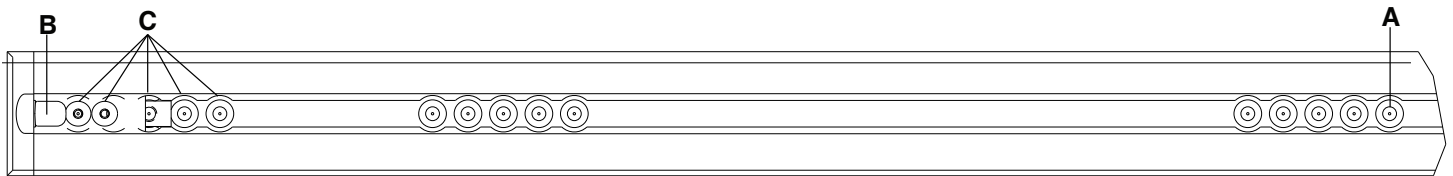

Abbildung 7 – Position der Bodenplatten-Passlöcher - Fußende
Hinweis - Wenn bereits eine zuvor installierte Bodenplatte ohne Anker-Fahrzeug-Kabel vorhanden ist, von Passloch A (Abbildung 7) ausgehend entweder 7,6 cm oder 17,8 cm Richtung Kopfende abmessen. Diese Stelle in der Mitte des Kanals markieren. Hier wird die elektrische Eingangsbuchse angebracht. Anweisungen für die elektrische Verbindung finden Sie unter „Installieren der Bodenplatte“ (6390-009-020).
Hinweis - Die Positionen des Sicherheitshakens (B) und der zusätzlichen Montagelöcher (C) sind nur zur Orientierung dargestellt (Abbildung 7). Sie werden bei der **Performance-LOAD** Installation nicht verwendet.